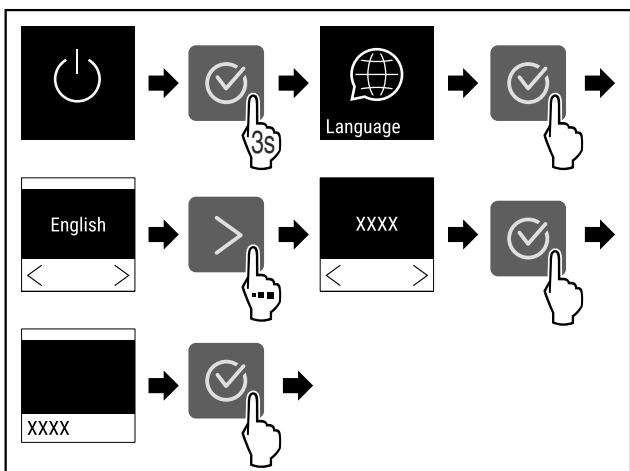

Fig. 54
- ▶ Obavite korake postupka (pogledajte Fig. 54).